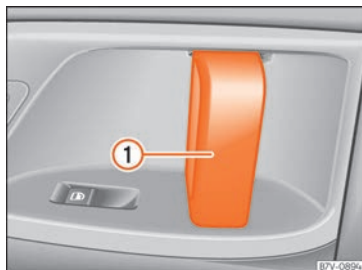

Fig. 136 Sur la porte coulissante : poignée de la porte ①.
Ouvrir la porte coulissante depuis l'intérieur.	Lorsque la porte coulissante est déverrouillée, ouvrez-la complètement en tirant sur sa poignée intérieure »» fig. 136 ①.